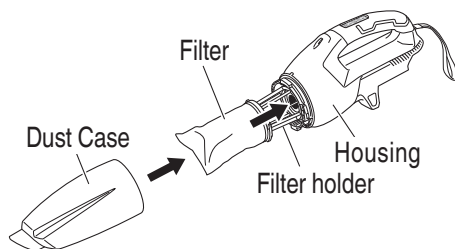

Fig. 13
1. Verify the filter (**Fig. 13**)